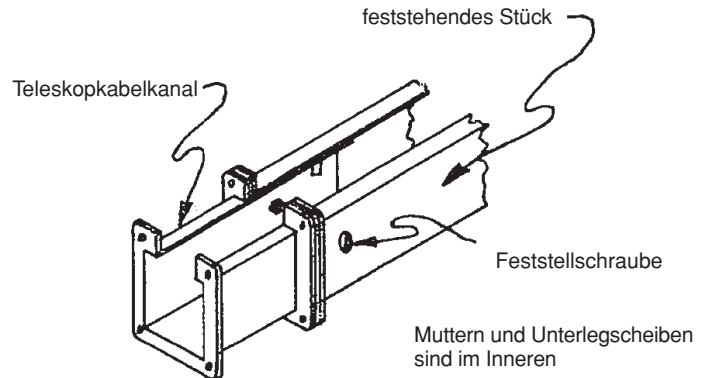

Abb. 10
**Methode I:** Stellen Sie den Teleskopkanal auf die gewünschte Länge ein und bohren Sie auf beiden Seiten und am Kanalboden durch den ausziehbaren und feststehenden Teil des Kanals Löcher mit einem Durchmesser von 0.25". Montieren Sie .25-20x.5 Schrauben von außen durch die Löcher; Montieren Sie Muttern und Unterlegscheiben wie in Abb. 10 beschrieben.